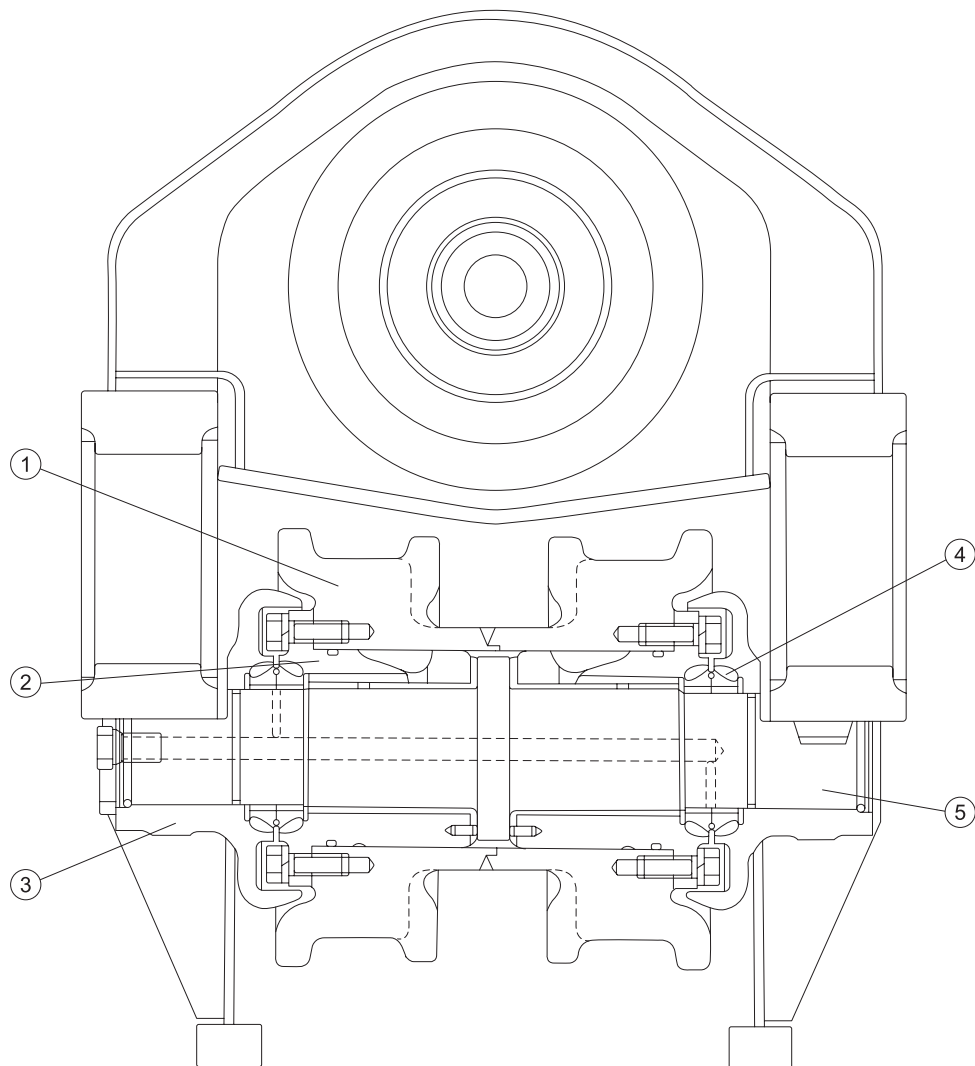

Figure 3-44
3.10.3 TRACK ROLLER (SEE FIGURE 3-44)